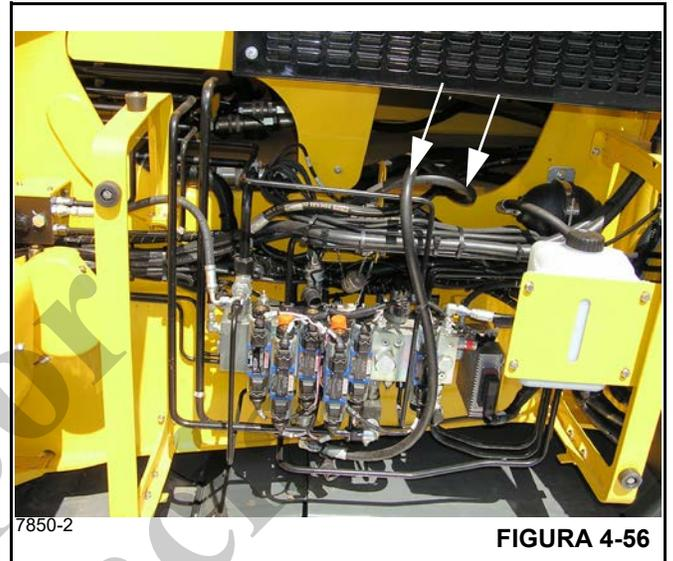

FIGURA 4-56
- 22. Conecte las mangueras hidráulicas según las marcó antes del retiro (Figura 4-56).